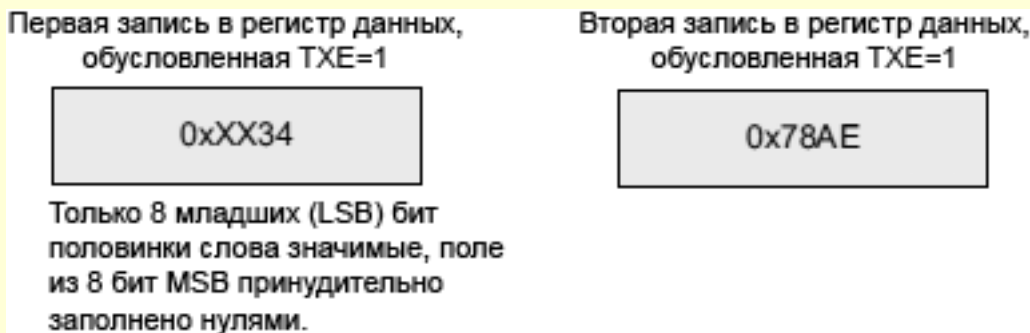

Рис. 275. Операции, необходимые для передачи 0x3478AE.
- В режиме передачи: если передаются данные 0x3478AE, требуются 2 операции записи в регистр SPI_DR со стороны программы или DMA. Ниже на рис. 275 показаны эти операции.